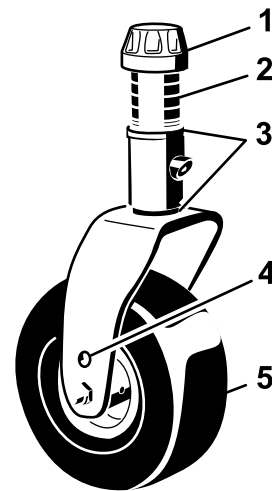

図 14
4. スピンドルシャフトからテンショニングキャップを外し、キャスタアームからスピンドルを抜き出す(図14)。